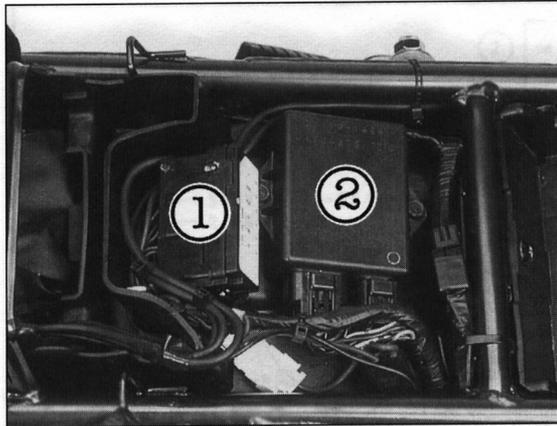

Bild 88
- Zum Auswechseln der Sicherungen Sitzbank abnehmen und Deckel des Sicherungskastens (Bild 88) öffnen.